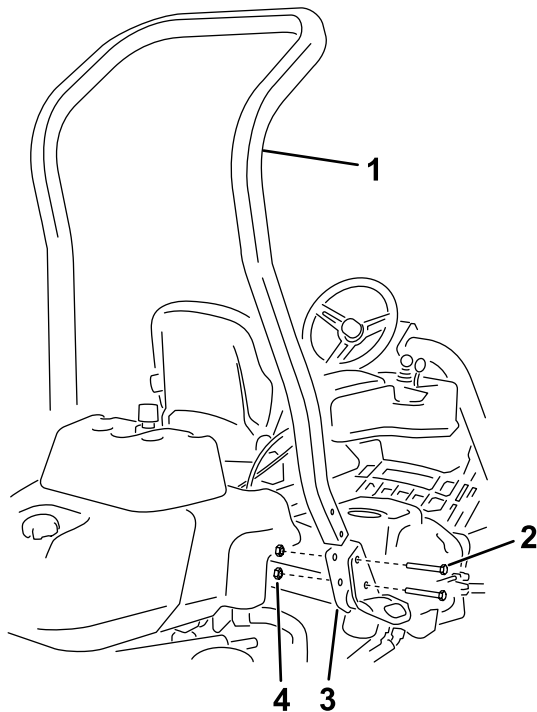

Figura 3
3. Utilice 4 pernos ( $\frac{1}{2}$ " x  $3\frac{3}{4}$ " ) y 4 tuercas con arandela prensada ( $\frac{1}{2}$ " ) para instalar la barra antivuelco en los soportes del ROPS en cada lado de la máquina, como se muestra en la Figura 3.